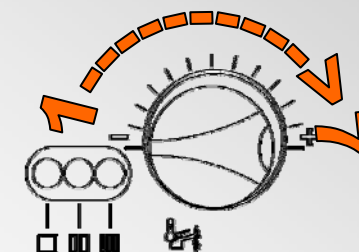

Рис.2
5. В соответствии с моделью котла и указаниям инструкции, изложенной на слайде № --, установите различные параметры, поворачивая переключатель ГВС до соответствующей цифры (индикатор блокировки начнет мигать быстрее) (Рис. 2)
4. В соответствии с моделью котла и указаниям инструкции ( **содержанием столбца PM19** ), задайте параметры, поворачивая ручку переключателя ГВС (индикатор блокировки начнет мигать быстрее) (Рис. 2)